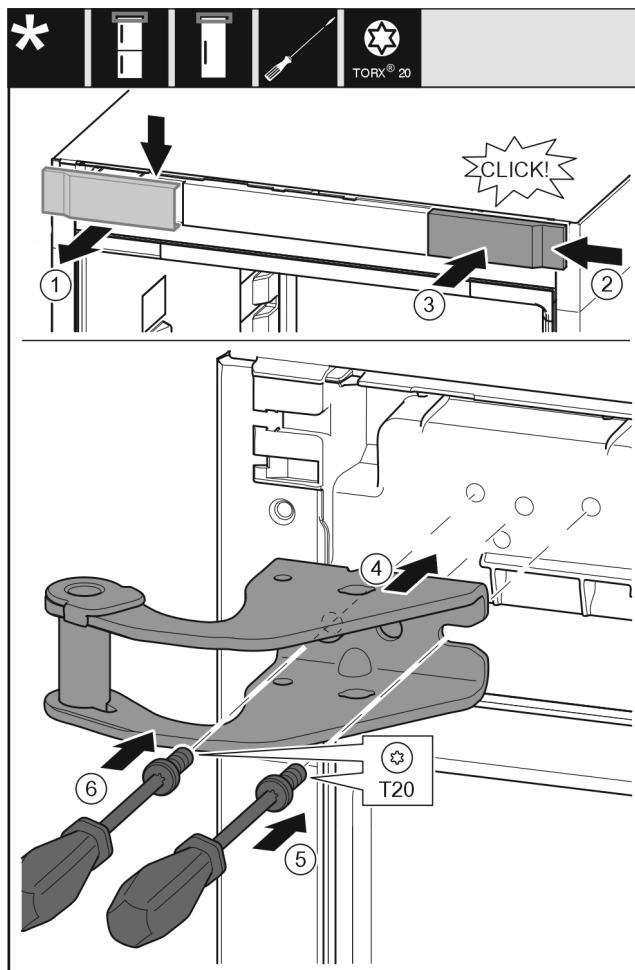

Fig. 16
- Зніміть кришку вгорі вперед. Fig. 16 (1)
- Почекіть кришку, що повернута на 180°, з іншого боку праворуч. Fig. 16 (2)
- Зафіксуйте кришку. Fig. 16 (3)
- Встановіть верхній опорний кронштейн. Fig. 16 (4)
- Встановіть та закрутіть гвинт за допомогою викрутки T20. Fig. 16 (5)
- Встановіть та закрутіть гвинт за допомогою викрутки T20. Fig. 16 (6)